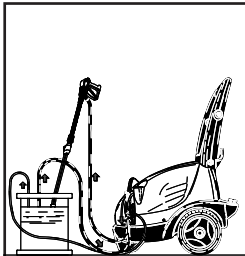

FIG.13
**OPERATIONS POUR L'UTILISATION DE L'ANTIGEL (fig. 13).**